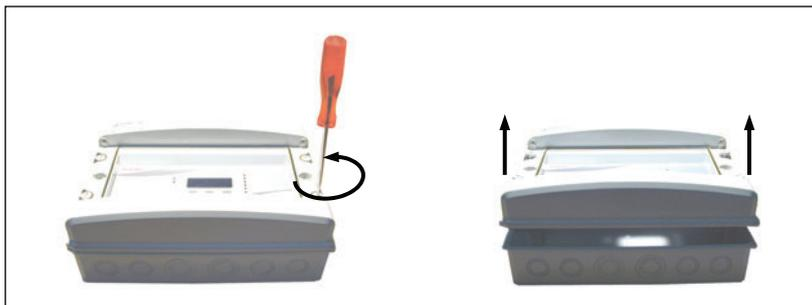

Fig. 18
- Dévisser les 4 vis à l'aide d'un tournevis plat adéquat (6.5mm) (Fig. 18).